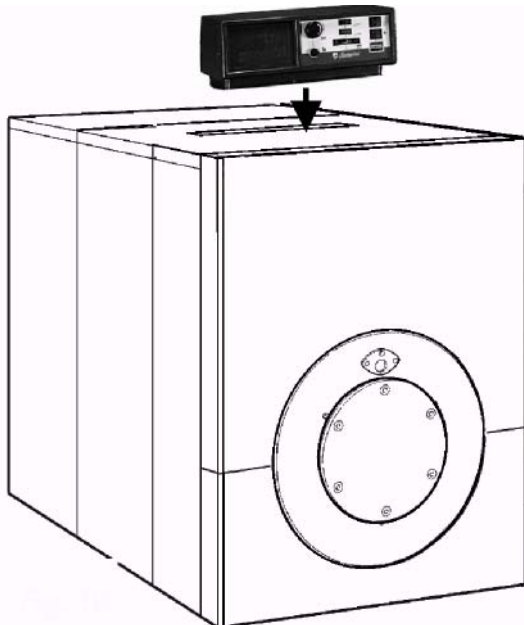

Рис. 10
8. Подсоедините панель управления к обшивке, проведя все провода через отверстие. До подсоединения обшивки к котлу проведите провод питания и провод горелки через соответствующие отверстия и закрепите, используя хомуты. Рис. 10